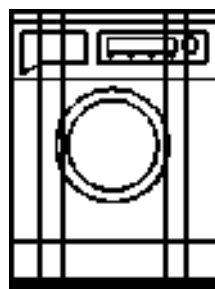

图 17.6.22 又一次偏移其余直线
(4) 参照上一步依次创建其余偏移直线，偏移距离依次为 106、500 与 106，完成后的图形如图 17.6.22 所示。